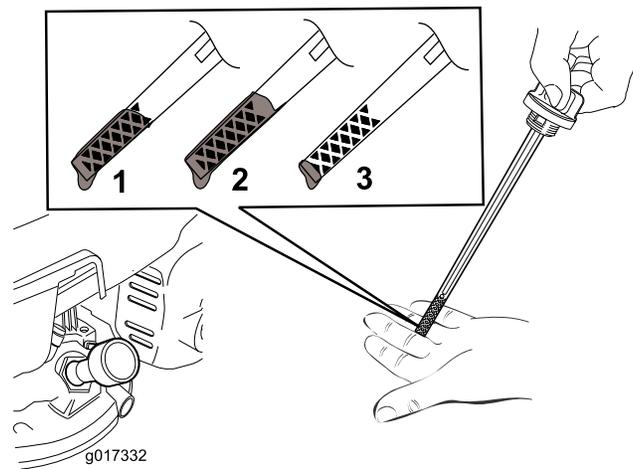

Рисунок 6
2. Извлеките масломерный щуп (Рисунок 6).
Примечание: Заливайте масло в картер двигателя до тех пор, пока масломерный щуп не покажет, что достигнут нужный уровень масла в двигателе, как показано на Рисунок 6. В случае перелива слейте некоторое количество масла из двигателя, как описано в разделе «Замена моторного масла».